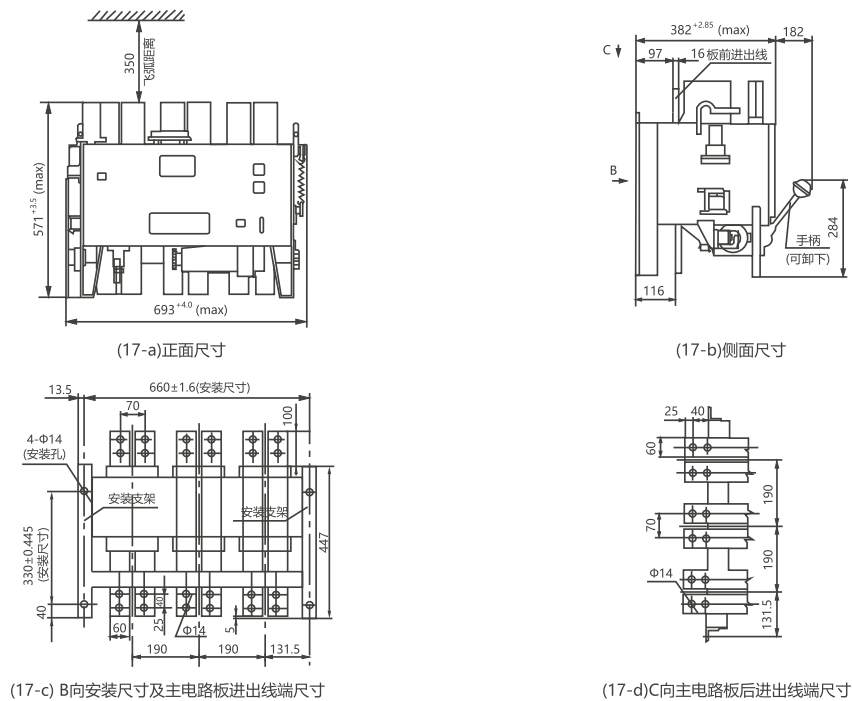

图17 DW15-2500断路器的外形尺寸及安装尺寸
6.2 DW15-2500断路器外形尺寸及安装尺寸见图17（注：飞弧区不得有异物）